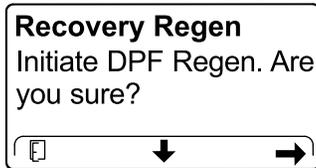

Figura 55
- En la pantalla INITIATE DPF REGEN (Iniciar regeneración de DPF), pulse el botón derecho para continuar (Figura 55).